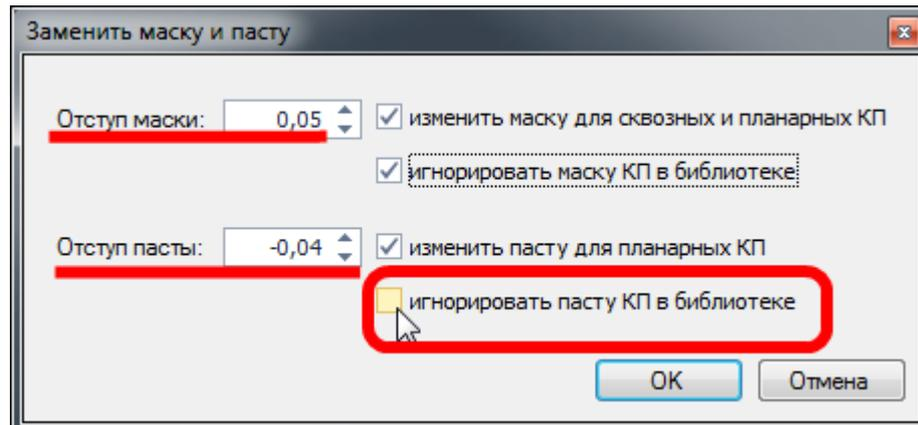

Рис. 191. Установка отступов для пасты и маски
3. Установить параметры отступов маски и пасты от границы контактных площадок в открывшемся окне «Заменить маску и пасту», см. Рис. 191. Для маски обычно устанавливается положительный отступ (наружу от контактной площадки), для пасты – отрицательный (внутри контактной площадки).